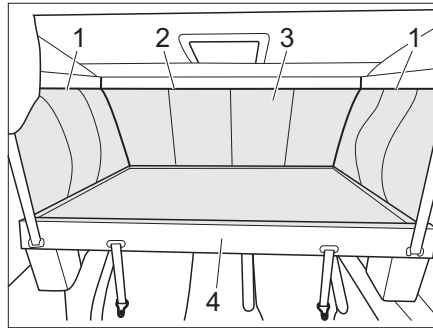

Fig. 79 Accès au caisson
- Abaisser le lit escamotable (Fig. 79,4) (voir chapitre 7.15.3).
- Pour retirer la housse du lit escamotable (Fig. 79,3), ouvrir les fermetures à éclair (Fig. 79,1) situées dans la zone supérieure de l'avant vers l'arrière et dans la zone avant (Fig. 79,2).
- Retirer la housse du lit escamotable (Fig. 79,3) (fixation par velcro).